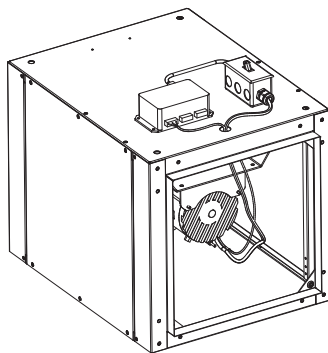

Figura 3
1. Consulte la Figura 3. Para mayor claridad, la cubierta del motor no se ilustra. Fije el transformador directamente al exterior de la unidad utilizando cuatro tornillos n.º 10 x 1/2 que se proporcionan.